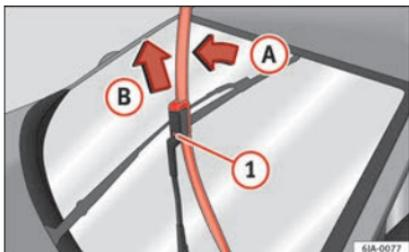

Fig. 69 Spazzole dei tergicristalli.
- Rimuovere il braccio del tergicristallo dal cristallo muovendo leggermente la spazzola nel senso del braccio - freccia (A) » fig. 69.
- Con l'altra mano sbloccare la sicurezza ① ed estrarre la spazzola nel senso della freccia (B).